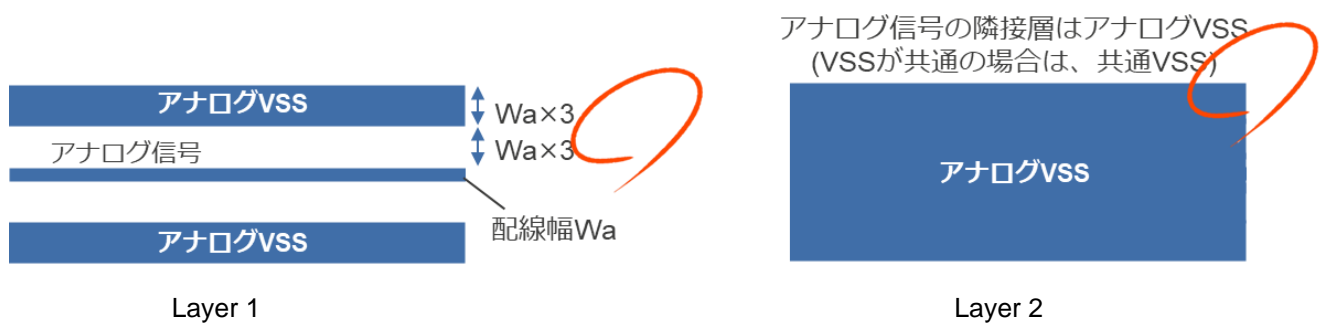

図 17. Analog の推奨設計イメージ図 : シールド配線の例 (平面図)
- ・アナログ端子の信号配線は Min 配線幅で且つ、電源/VSS/他信号 (特に大電流が流れるパターンや高速信号パターン) と同層/隣接層含め隣接並走させず、アナログ VSS でシールドする。アナログ VSS シールド配線幅はアナログ信号配線幅の 3 倍以上、アナログ信号配線とアナログ VSS シールドの間隔は配線幅の 3 倍もしくは隣接層間との 3 倍を目安に確保する (図 17)。